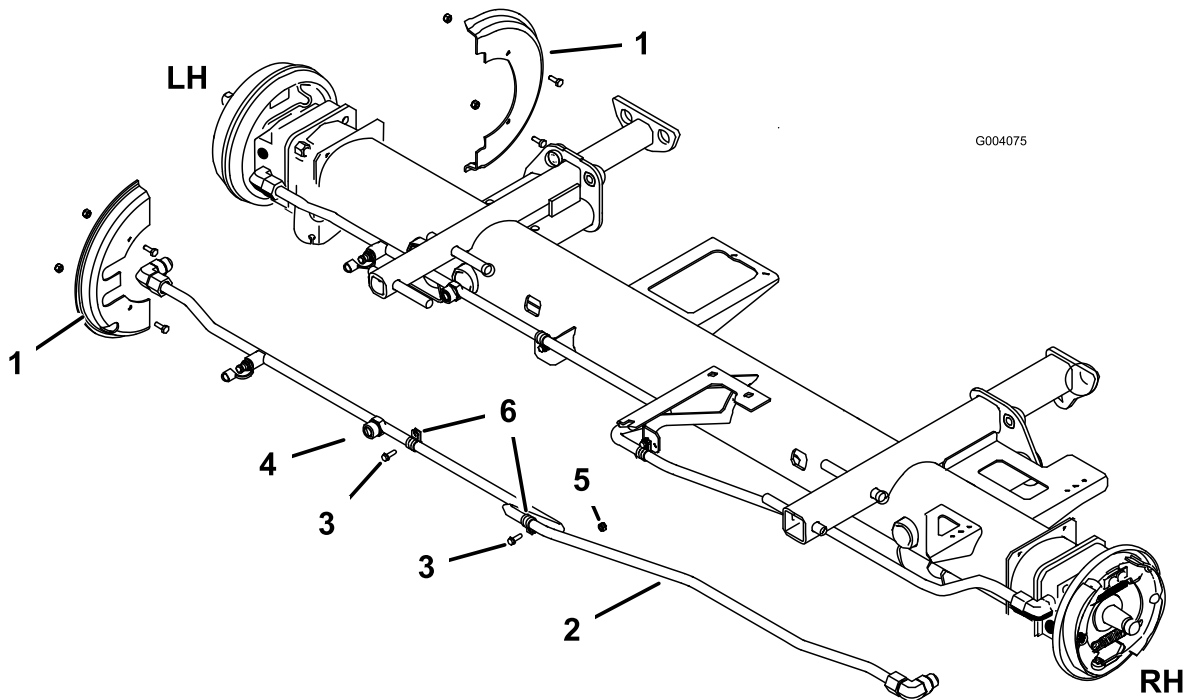

Figure 10
3. Enlevez les vis et écrous qui fixent les protections des roues aux brides d'accouplement avant (Figure 10).
4. Débranchez le tube hydraulique du raccord supérieur sur le moteur de roue gauche et le raccord inférieur sur le moteur de roue droite (Figure 10).
5. Déposez les colliers en R qui fixent le tube au cadre (Figure 10) et les serre-câbles qui maintiennent les câbles de frein sur les tubes hydrauliques.
6. Débranchez le flexible gauche de la pompe à débit variable et du tube hydraulique (Figure 10). Déposez aussi le raccord à 45° du bas de la pompe à débit variable (Figure 10).
6. Fixez les protections de roue aux brides d'accouplement au moyen des vis et des écrous retirés précédemment (Figure 10).